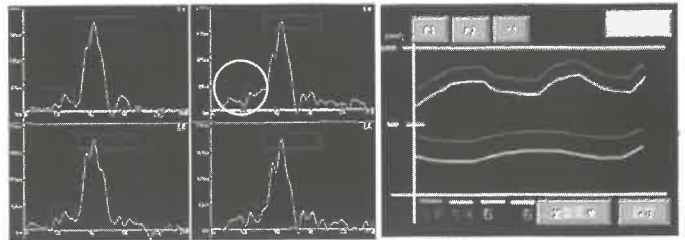
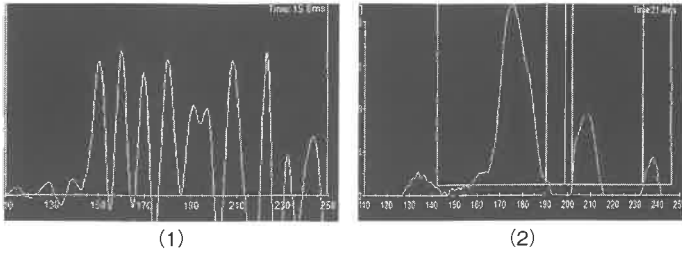

図5 波形・グラフ
図6 プレス剛性比較
エンインダストリーズのPLM-02は加工時におけるプレス機械・ダイセットのひずみを波形・グラフに変換する(図5)。この波形・グラフから全体波形・各加工部(ストリッパ・抜き下死点)の状態・動的平行度(加工時の平行度)の情報を得ることができる。動的平行度は、静的な平行度とは異なり加圧時における各部(ストリッパ・抜き・下死点)の平行度の状態を検知して現実に即した問題点の明確化・金型の調整・改善に役立てることができる。
ひずみは加工時の圧力がかかった時に発生し波形が形成されるのだが、図6は同じ金型を異なる2台のプレス機械で加工を実施して製品精度の変化を確認した波形である。図6(1)は加圧時以外でもひずみが乱高下しているが、これはプレス機械の剛性を表している。剛性が低い場合には加圧時以外でもプレスフレームが伸縮している。図
6(2)は図6(1)と比較して加圧の状況を綺麗に転写している。波形は製品の精度に反映される。前述した波形からの解析だが、図5の○部はストリッパ部の状態を示している。この波形から、①ばねの圧力・与圧、プレート剛性、②ストリッパプレートの当たりの強さ、③4点での動的平行度の確認など多くの情報が含まれている。実際に運用されている企業は、この情報を基にストリッパ部に実に多くの改善を実施しておりメンテナンスサイクル130%アップと効果を上げている。